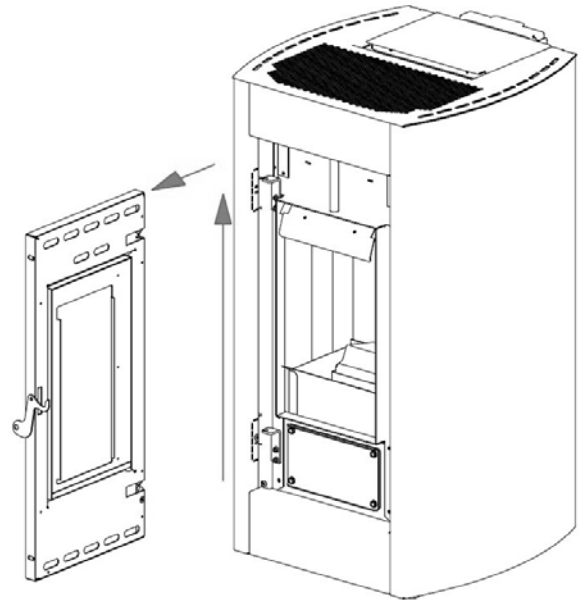

Fig. 20 - Ausbau der Tür
- Tür anheben, so dass die Stifte der Tür aus der Halterung an der Struktur gehoben werden (siehe **Fig. 20**).